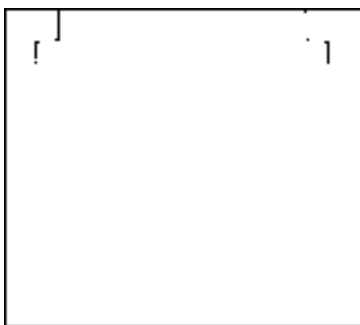

图 3-104 打开素材
1) 按〈Ctrl+O〉组合键，打开配套光盘提供的“第 3 章/3.4.2 异形立面.dwg”素材文件，结果如图 3-104 所示。